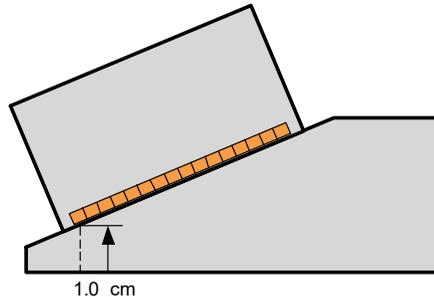

Abbildung 4-9 Höhe erstes Element
- f) Wählen Sie **Höhe** aus und geben Sie die Höhe des ersten Elements ein (siehe Abbildung 4-9 auf Seite 118).